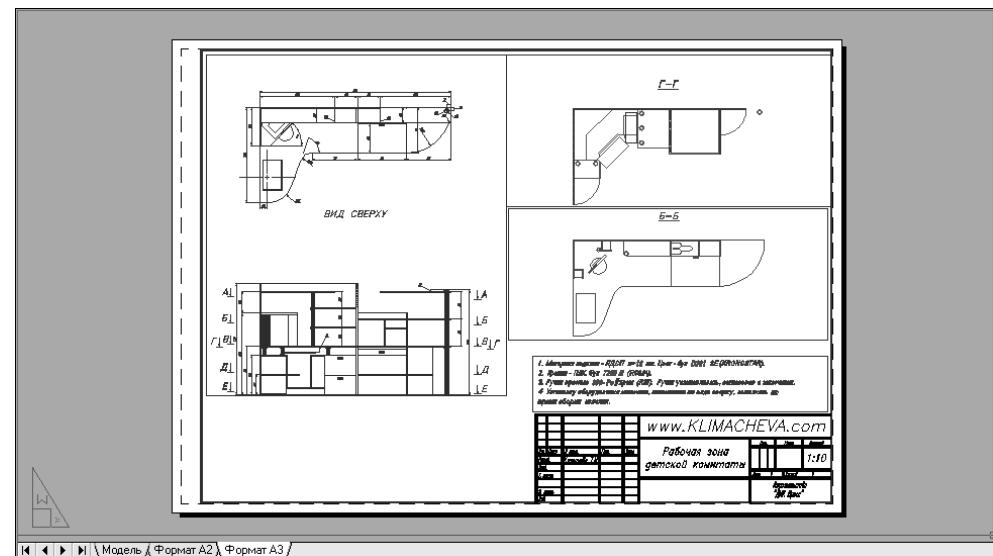

Рис. 13.34 ▶ Лист компоновки **Формат А3** после создания и настройки всех видовых экранов
5. В нижнем видовом экране разместите текст технических требований, установив для него масштабный коэффициент **0.1xp**. После корректировки видовых экранов лист компоновки должен выглядеть так, как показано на рис. 13.34.